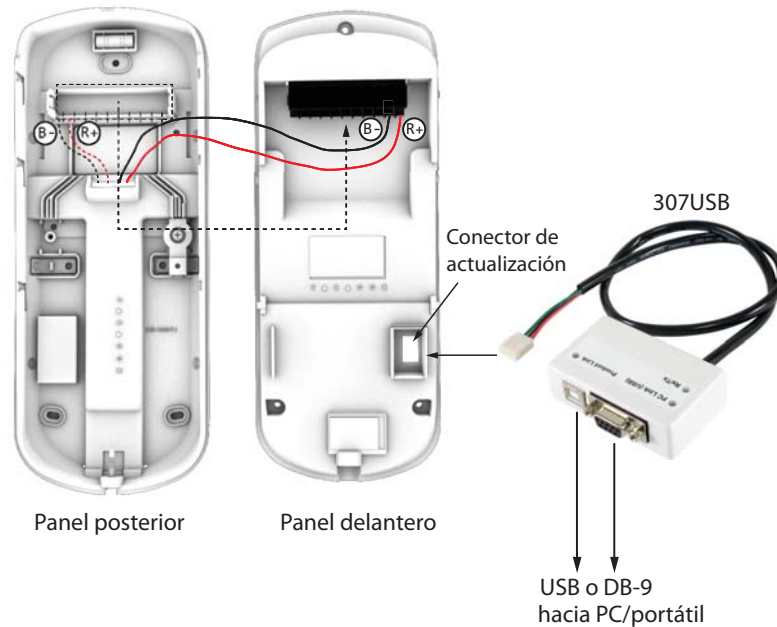

Figura 10: Actualización del firmware NVX80
- un dispositivo 307USB Paradox (mostrado en la Figura 10)